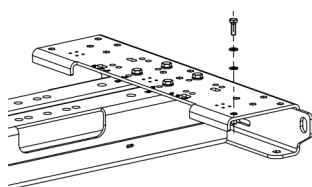

Fig. 10: Rahmen erden
- Rahmen mithilfe eines Erdungsbands erden. Das Erdungsband mithilfe der mitgelieferten Schraube (Fig. 10) mit dem Rahmen verbinden.